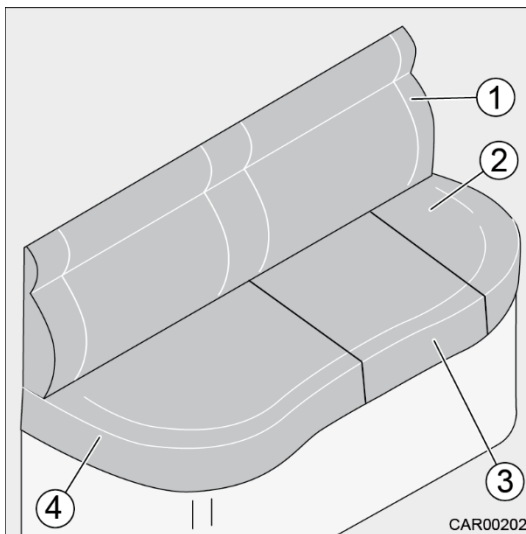

Fig. 31 Transformation du 5e siège
1. Retirer tous les coussins (Fig. 31/1, 2, 3 et 4).
2. Enlever le coussin amovible (Fig. 31/2) du coussin d'assise (Fig. 31/3) et le ranger.
12. Installer le coussin d'assise (Fig. 31/3).